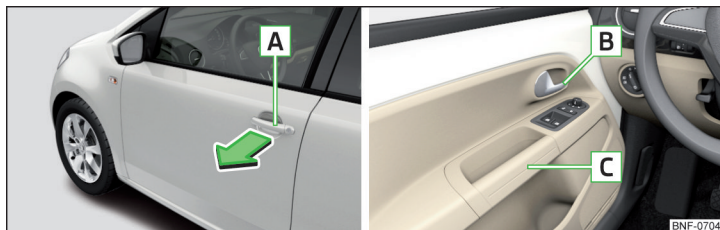

Fig. 32 Maniglia/leva per l'apertura della porta
- Per l'**apertura dall'esterno** sbloccare il veicolo e tirare la maniglia della porta **A** in direzione della freccia » fig. 32.